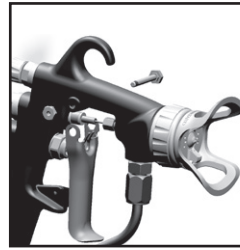

Fig. 13
1. Rimuovere il grilletto e il gruppo tubi del fluido. (Vedere fig. 13 e 14)